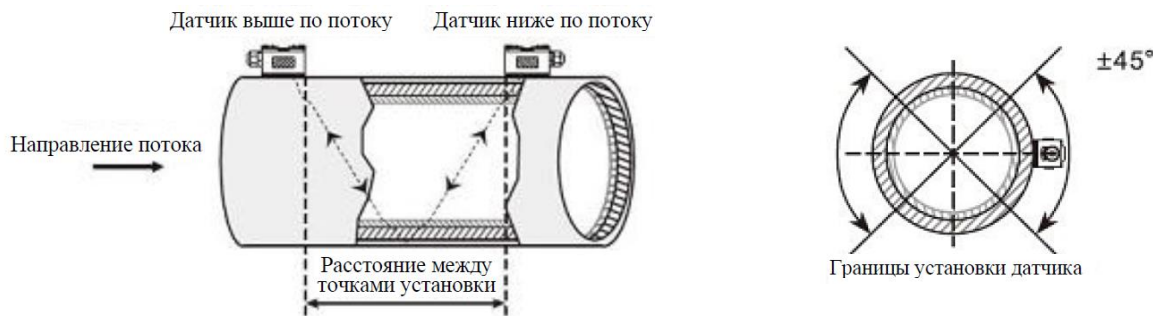
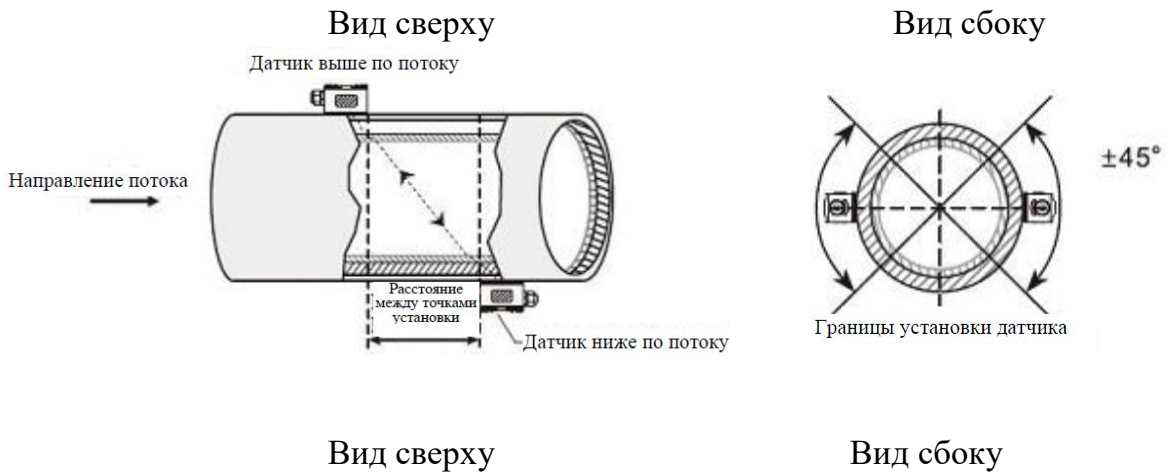

Рис.3
Рис. 4
8.2.4 Ультразвуковые датчики 2шт. также устанавливаются непосредственно на трубу. Существует 2 метода установки: V (рис. 3) и Z (рис.4).